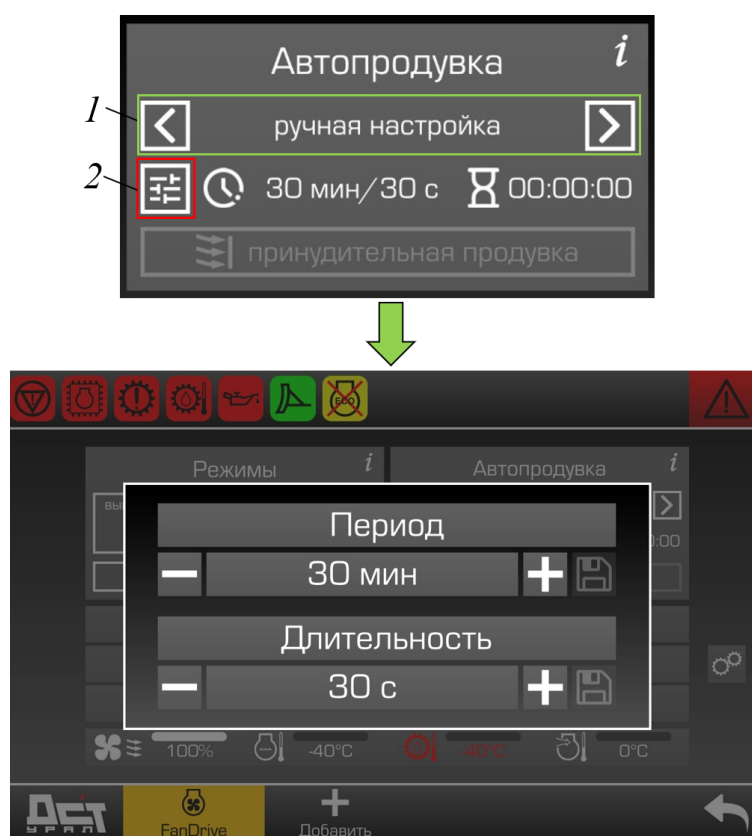

Рисунок 3.35. Настройка автопродувки
- На странице «FanDrive» стрелками выбрать режим «Ручная настройка» в области поз. 1, рис. 3.35.